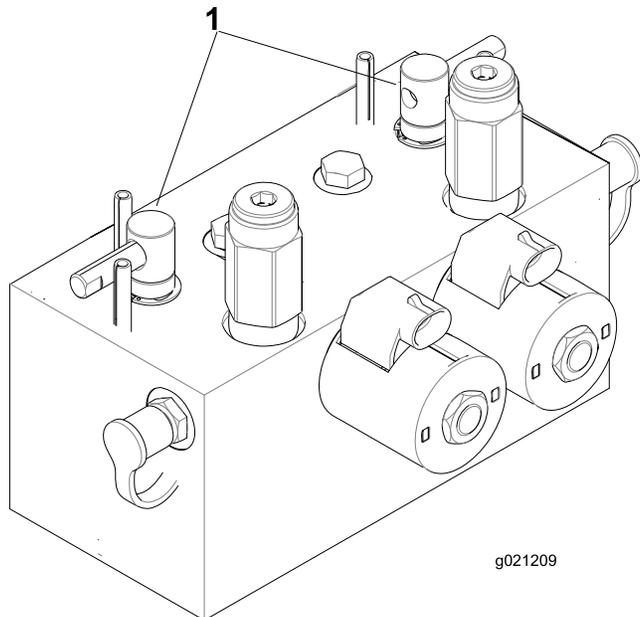

図 79
2. ラッチのロックを外してフードを開けるとバックラップレバーが見える 図 79。
5. バックラップレバーで、前のカッティングユニット又は後ろのカッティングユニット、あるいは両方を選択する 図 79。